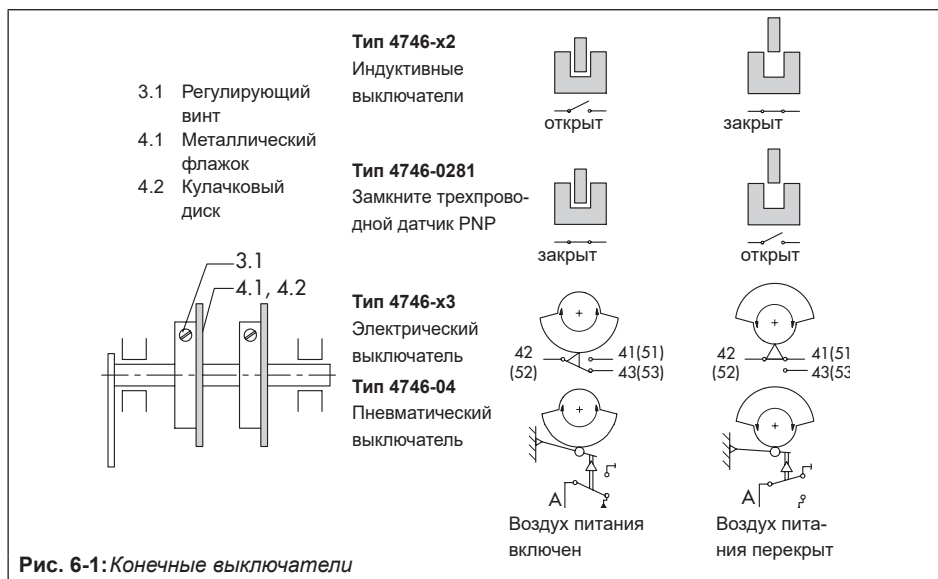

Рис. 6-1: Конечные выключатели
- ➔ Переведите клапан в положение переключения и вращайте регулировочный винт (3.1, Рис. 6-1) до тех пор, пока управляющий флажок (4.1, Рис. 6-1) не достигнет точки срабатывания.